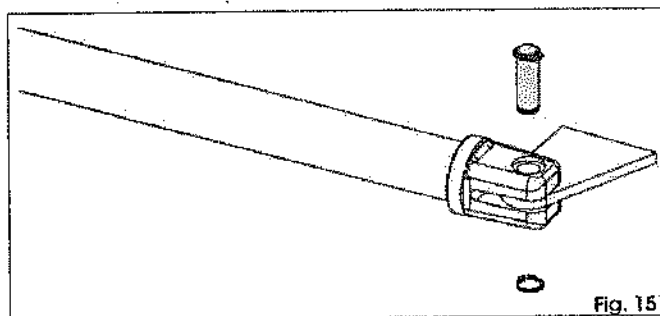

Fig. 15
7. Monte la brida anterior utilizando el correspondiente perno y los anillos elásticos suministrados en dotación (Fig. 15).